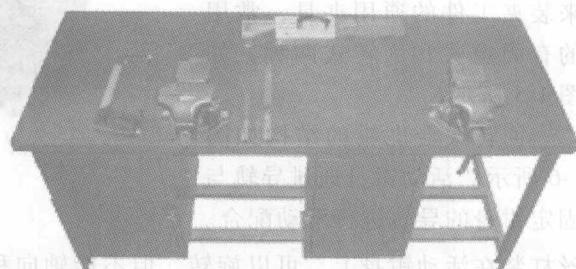

图1-10 钳台
(2) 钳台(钳桌) 钳台可用来安装台虎钳、放置工具和工件等，如图1-10所示。